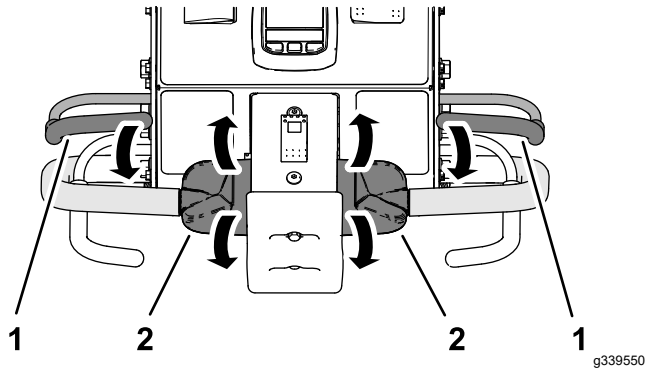

図 32
2. どちらかのオペレータ安全ベイルをハンドルバーと共に握り、走行コントロール 図 32を前方又は後方に回転させ、エンジンを始動する。